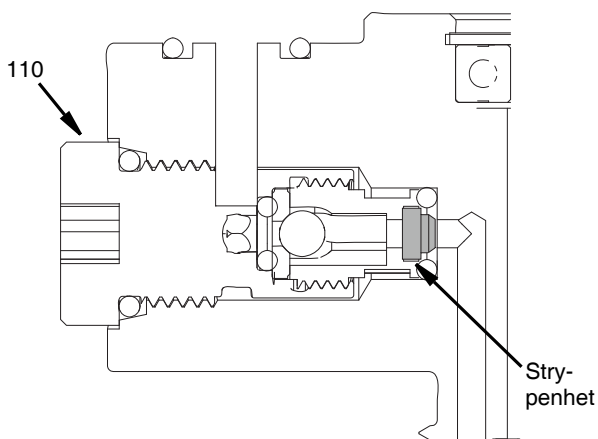

FIG. 11
1. Ta bort backventilhuset (110) med en 5 mm insexnyckel.
2. Placera stryphenheten i backventilens stryphållare enligt FIG. 11.